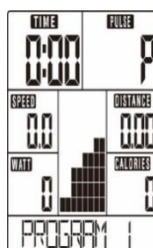

Bild 12
2. Använd UP eller DOWN för att välja 1–12 (bild 12) och tryck på MODE / ENTER för att bekräfta.